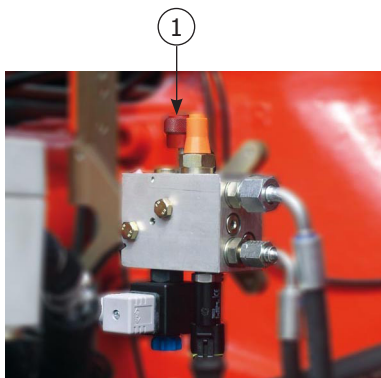
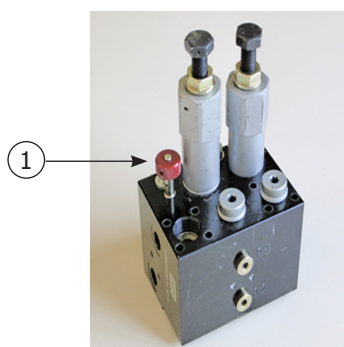

Fig. 11.3
Fig. 11.4
- versión A: fig. 11.3 o fig. 11.4 - posición 1
Versión A: remover el sello de seguridad y girar la llave (fig. 11.3 o fig. 11.4 - posición 1) en sentido horario.